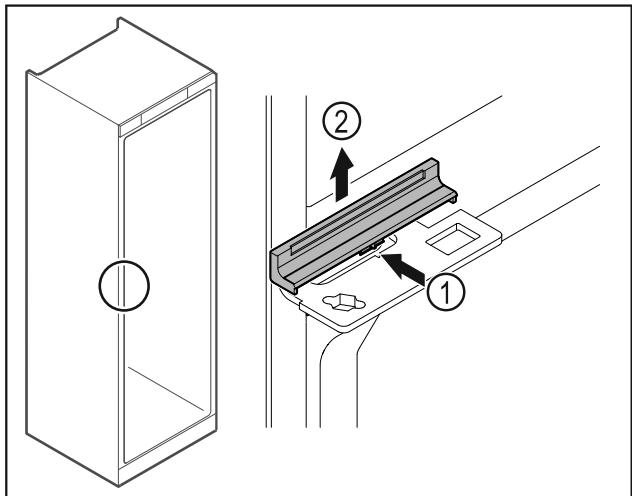

Fig. 38
- ▶ Presionar ligeramente la cubierta Fig. 38 (1) por el centro y retirarla hacia arriba Fig. 38 (2).